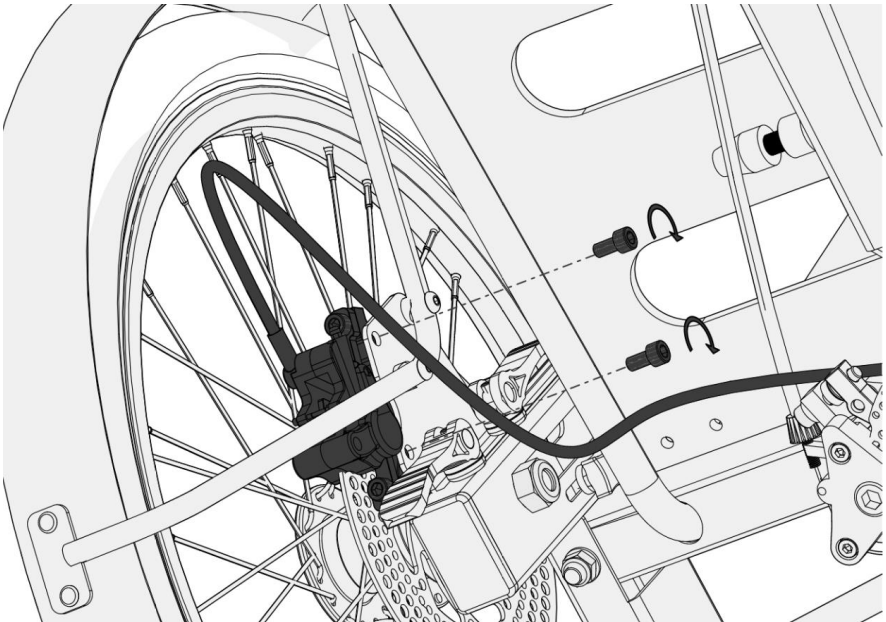
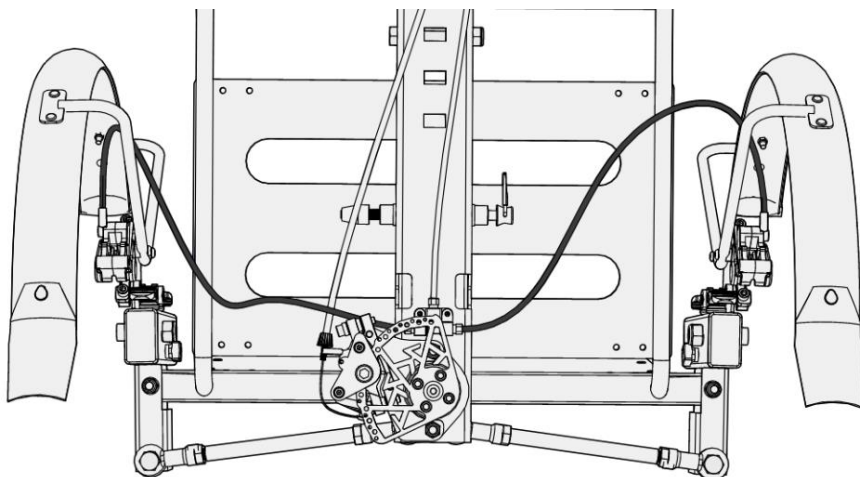

Figure 15 - Fixation de l'étrier gauche sur son support d'étrier
Figure 16 - Forme de sinusoïde des câbles de frein
- Pour la mise en place de l'étrier de frein, procédez au démontage des éléments de visserie dans un premier temps, puis remontez ceux-ci comme en figure 15. Le câble de frein doit passer entre les bras du tube des garde-boues comme visible sur la figure 15 et doit avoir une forme de sinusoïde non contrainte (Cf. figure 16) ;